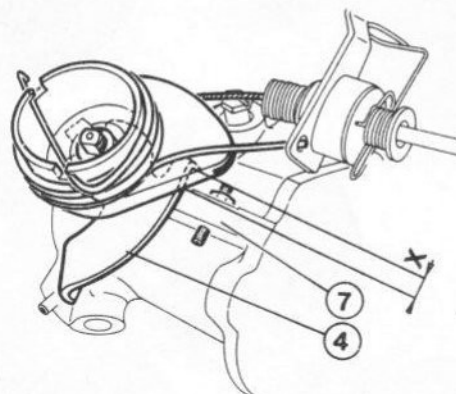

Fig. 3.14 Cote X d'ouverture totale de papillon (Sec 22)
- 10 Contrôler le fonctionnement du papillon en branchant l'ohmmètre entre les bornes 18 et 3 et ouvrir complètement le papillon pour obtenir une cote X (Fig. 3.14) de 4,0 mm. Les contacts intérieurs devraient se fermer et l'ohmmètre devrait indiquer zéro.